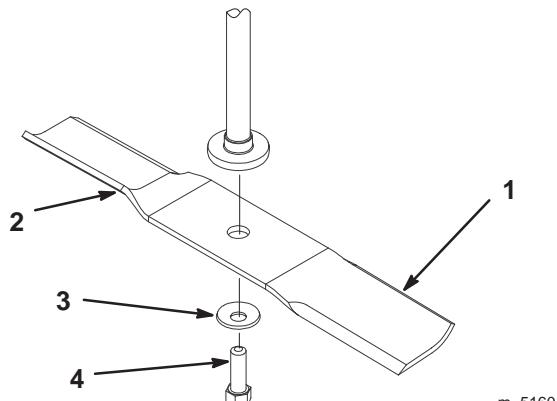
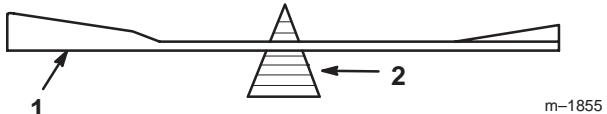

Figure 35
Figure 37
Tenez la lame à son extrémité avec un chiffon ou un gant épais. Enlevez de l'axe de la lame, le boulon, la rondelle bombée et la lame (Fig. 35).
2. Vérifiez l'équilibre de la lame en la plaçant sur un équilibrEUR (Fig. 37). Si la lame reste horizontale, elle est équilibrée et peut être utilisée. Si la lame est déséquilibrée, limez un peu l'extrémité de la partie incurvée seulement (Fig. 35). Vérifiez de nouveau et répétez la procédure jusqu'à ce que la lame soit équilibrée.
1. Placez la lame sur l'axe (Fig. 35).
2. Montez la rondelle bombée (face concave vers la lame) et le boulon de lame (Fig. 35). Serrez le boulon de lame entre 47 et 88 Nm.